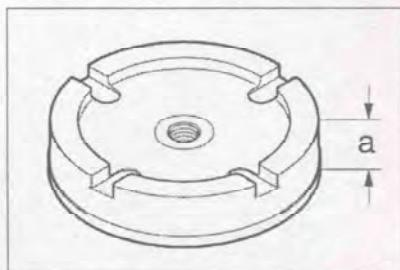

Рис. 7.118. Установите нажимной диск соответствующей толщины а.
35. Установите нажимной диск соответствующей толщины а (рис. 7.118).